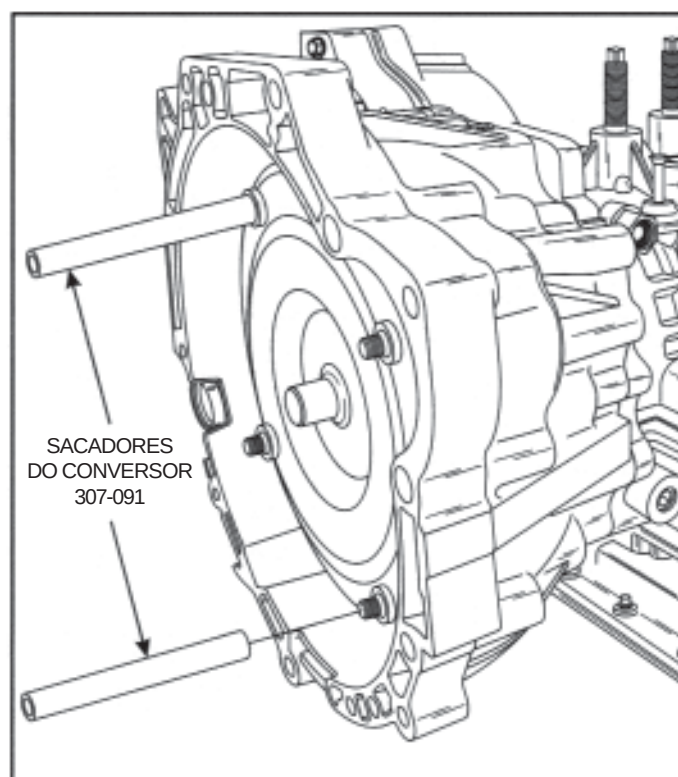

Figura 195
10. Lubrifique o cubo do conversor e instale o conversor de torque utilizando os sacadores do conversor 307-091, conforme ilustrado na Figura 195.